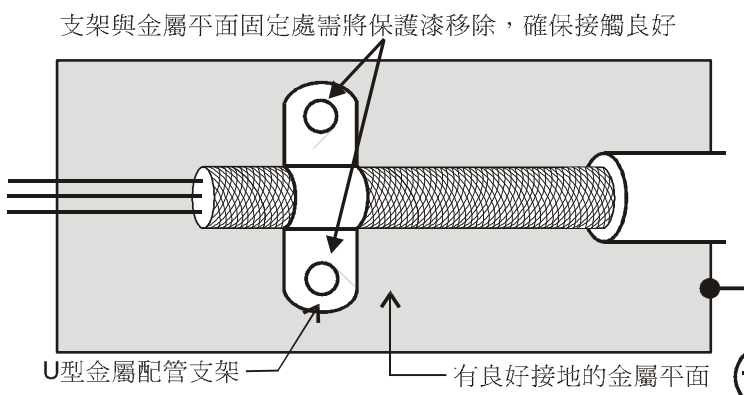

图 1
3. U 型金属配管支架与金属平面固定处需将保护漆移除, 确保接触良好, 请见图 1 所示。